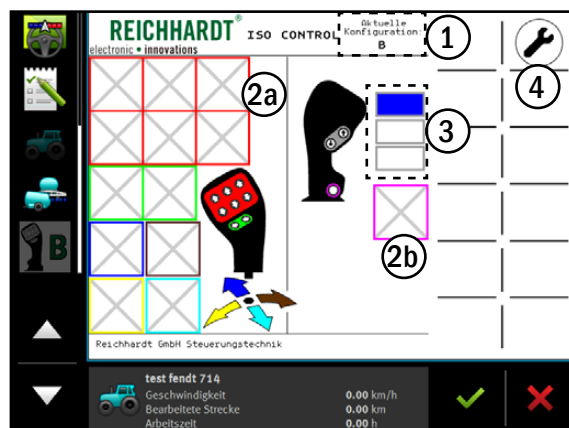

Abb. 23: Reichhardt Joystick-Maske mit Konfiguration B
In der Reichhardt Joystick-Maske wird die aktuelle Konfiguration (1) des ISO CONTROL Joysticks sowie die möglichen Funktionszuweisungen für die einzelnen Tasten/Achsen (2a und 2b) in einer Übersicht angezeigt (siehe Abb. 23).
Dem Joystick können auf drei verschiedenen Ebenen verschiedene Funktionen für die einzelnen Tasten/Achsen zugewiesen werden. Diese Ebenen werden rechts in der Maske angezeigt (siehe Abb. 23 – 3).
Über das Schraubenschlüssel-Symbol (siehe Abb. 23 – 4) können Sie den Modus für die Ebenenumschaltung verändern (siehe Kapitel 6.6) oder eine andere Konfiguration für den Joystick auswählen (siehe Kapitel 6.7).